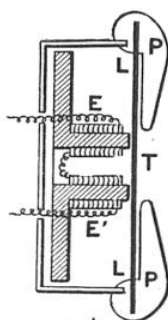
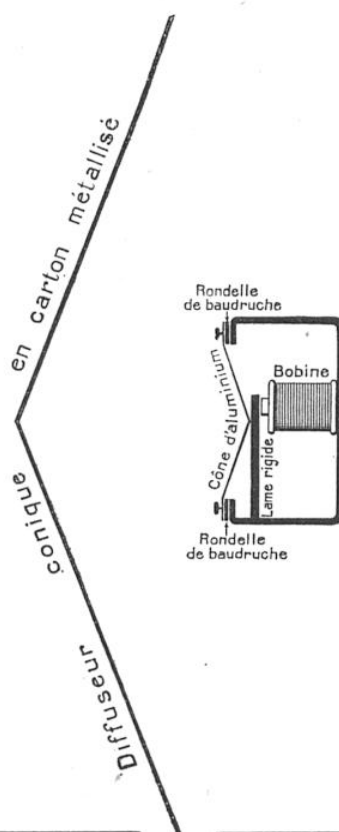

FIG. 9. — PRINCIPE DE L'ÉCOUTEUR
FIG. 10. — PRINCIPE DU HAUT-PARLEUR
L'écouteur (fig. 9), qui n'est autre chose que le « récepteur » des installations téléphoniques, se compose de deux électros *EE'*, qui ont comme armature une lame vibrante en fer *LL*, placée derrière un pavillon *PP* en ébonite, lequel est percé d'un trou central *T*. Les courants variables attirent plus ou moins la lame *L*, et l'appareil reproduit les
Un haut-parleur se compose d'un écouteur plus ou moins modifié ; dans le modèle schématisé par la figure 10, les courants qui traversent l'électro font vibrer la lame rigide, qui entraîne le cône d'aluminium ; le diffuseur est fait d'une matière qui ne vibre pas (1) (soie, carton métallisé, ...). Les haut-parleurs doivent remplir tout un ensemble de conditions difficilement compatibles : reproduire avec le même rendement tous les sons, depuis les plus graves jusqu'aux plus aigus, mieux émettre les sons faibles que les sons forts, transmettre les sons les plus intenses sans déformation, n'introduire aucun son parasite (en particulier, éviter le *cloc* à chaque attaque). Le perfectionnement des haut-parleurs est en bonne voie de réalisation.
Un haut-parleur comprend toujours un écouteur (fig. 9) plus ou moins modifié : la lame rigide vibre sous l'influence des courants qui traversent l'électro et elle entraîne le cône d'aluminium ; le rayonnement sonore, ainsi émis, se réfléchit sur le diffuseur.
Cet appareil est entraîné par un moteur électrique : il a pour effet de relier les deux bornes d'un écouteur (fig. 9) ou d'un haut-parleur (fig. 10) successivement aux deux pôles + et - du secteur à courant continu : il en résulte des attractions et des répulsions, c'est-à-dire finalement un son, dont la fréquence dépend du nombre de lames du commutateur et de sa vitesse de rotation.
Rappelons qu'un circuit oscillant — constitué par une self et un condensateur — est susceptible de faire osciller les électrons avec une fréquence qui dépend de la self de la bobine (exprimée en henrys) et de la capacité du condensateur (exprimée en microfarads). Et c'est grâce à l'association — à la « symbiose », pourrait-on dire — du circuit oscillant et de la triode que les oscillations propres du circuit ne sont plus amorties (fig. 8, milieu), mais entretenues (fig. 8, haut) : la triode permet donc à l'écouteur (fig. 9) d'émettre des sons durables, voire prolongeables indéfiniment.
Ce montage permet vraiment de fabriquer de la musique artificielle sans autre organe mobile que la lame de l'écouteur (fig. 9). Lorsque le condensateur est d'un microfarad et la self de 6 dixièmes d'henry, l'écouteur émet le *la* normal (435 cycles, fig. 4).